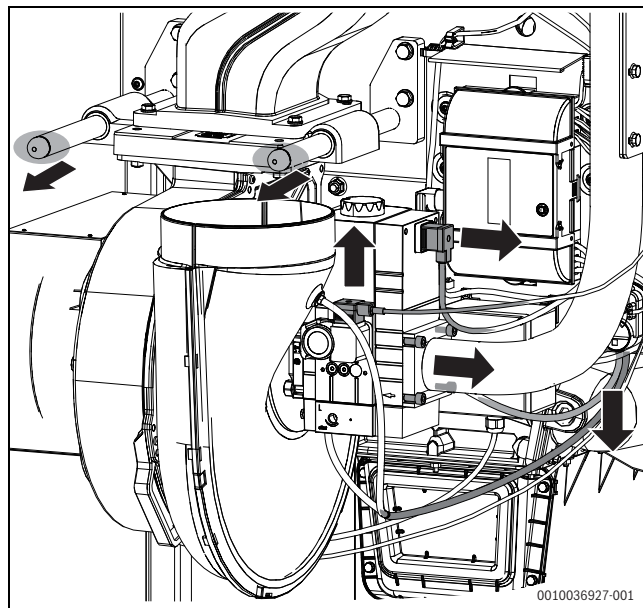

Рис. 52 Демонтаж горелки
- ▶ Удалите штекер на газовой арматуре (→Рис. 52).
- ▶ Извлеките шланги от дифференциального реле давления (→Рис. 52).
- ▶ Удалите 4 винта на фланце газовой трубы (→Рис. 52).
- ▶ Снимите уплотнительное кольцо с направляющего штифта салазок горелки (→Рис. 52).